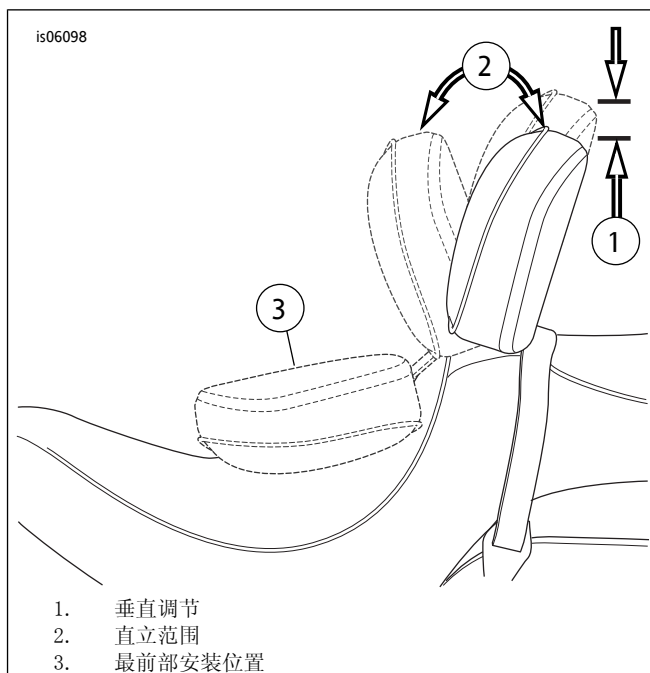

图13. 靠背位置
7. 参见图13。靠背和座椅就位后，将靠背推至最前部位置（3）。靠背设计会抵住座椅下侧并抵住插入的座椅保护器。
1. 参见图13。调节手柄用于将靠背垫移动到前部和后部位置。